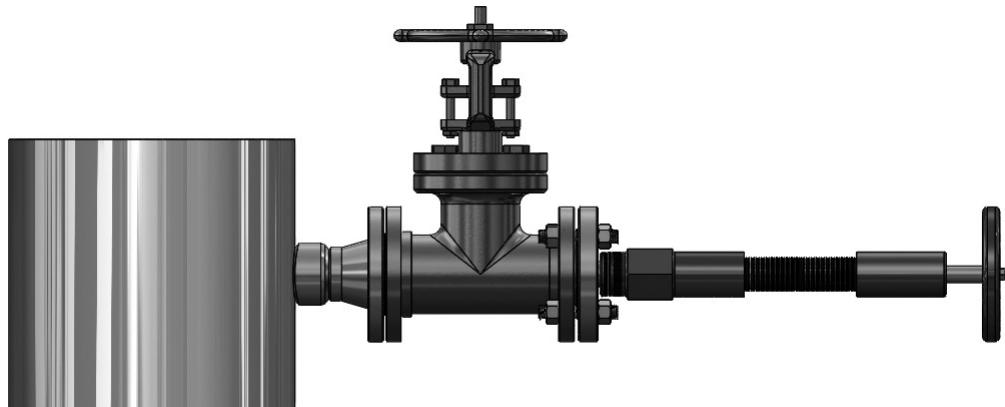

图 6. 在线开孔工具
- 当探头截止阀处于全开位置时，安装适当的在线开孔工具（参见图 6），并在管道上钻孔（孔径参照下表）。按照在线开孔工具的说明进行操作。